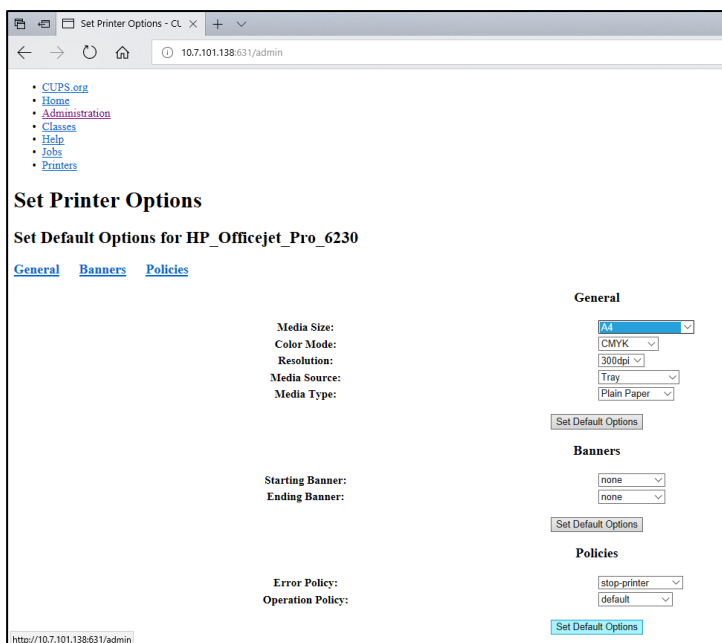

Figura 78. Selecionando o tamanho de mídia correto.
7. Selecione o Media Size (Tamanho de mídia) correto (como "A4"), pois algumas impressoras não imprimem se o formato do papel estiver errado. Em seguida, salve a seleção pressionando Set Default Options (Definir as opções padrão) (Figura 78).